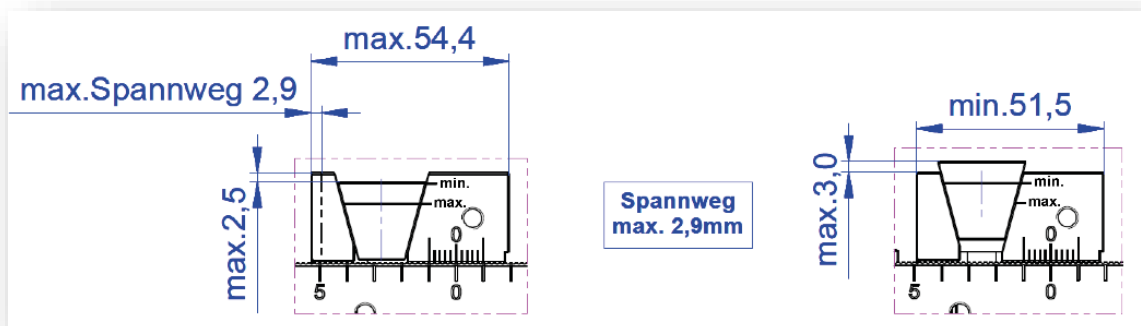

Abbildung 13: Obere und untere maximale Keilposition MMS 50
- Lösen sie die Schraube des Spann-Keils (11)
- Beachten sie, dass die Markierung des Spann-Keils immer zwischen min. und max. liegt, je nach MMS-Typ (Abbildung 13, Abbildung 14)
- Beachten sie die maximale untere Position des Spann-Keils je nach MMS-Typ (Abbildung 13, Abbildung 14)